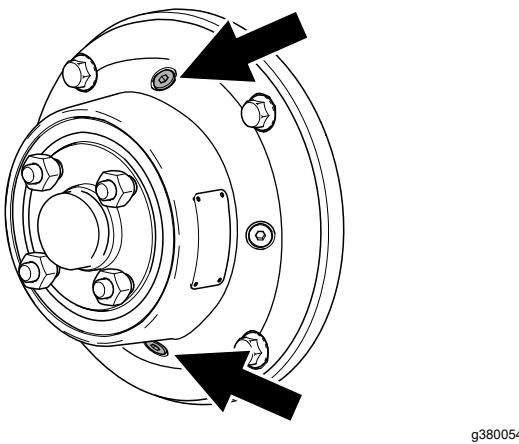

Figure 55
3. Retirez le bouchon supérieur et le bouchon inférieur (Figure 55). Laissez s'écouler le liquide.